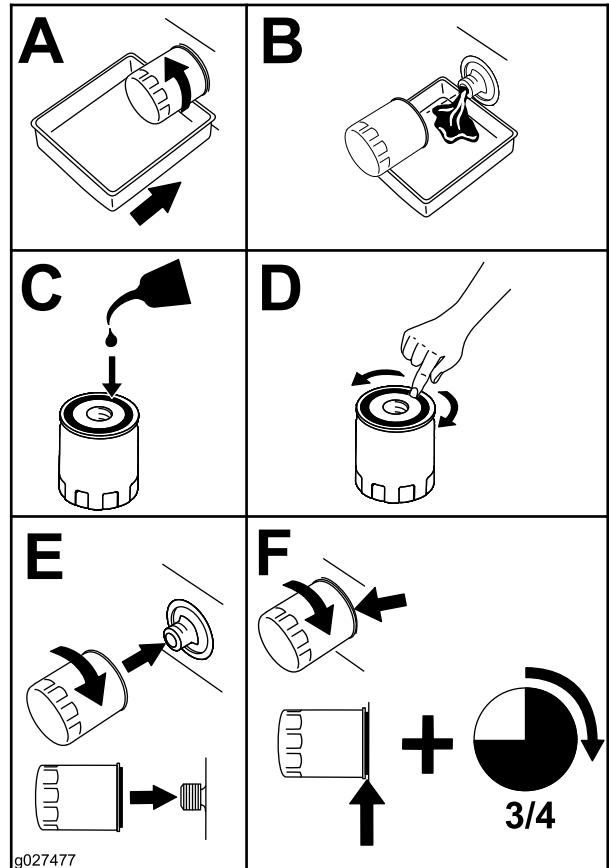

Figura 42
- Cambiate il filtro dell'olio motore (Figura 42).